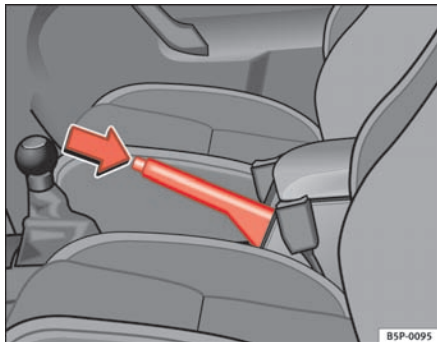

Fig. 100 Håndbremse mellem forsæderne
- Træk hårdt i håndbremsen ⇒ fig. 100.
- Træk håndbremsen lidt op, tryk låseknappen i pilens retning ⇒ fig. 100, og sænk håndbremsen helt ⇒ ⚠.